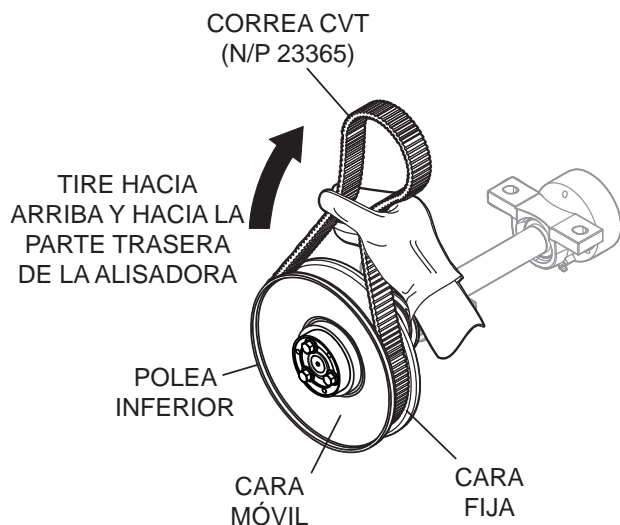

Figura 23. Sujeción de la polea inferior en la posición abierta
1. Con la correa CVT colocada sobre la polea inferior, encaje la correa (Figura 23) y tire de ella hacia arriba y hacia la parte trasera de la alisadora. Esto separará las caras de la polea inferior.